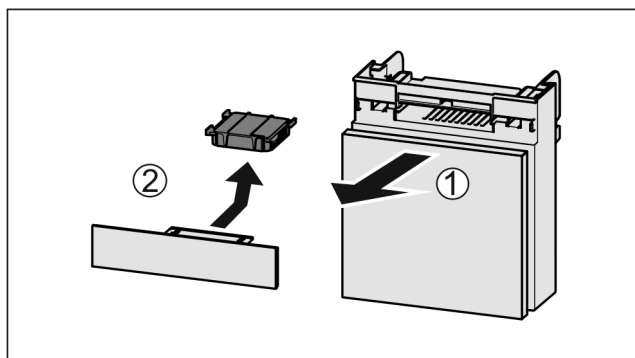

Fig. 113
- ▶ 向前拉出 Fig. 113 (1) 抽屉。
- ▶ 取出 Fig. 113 (2) 活性炭过滤器。